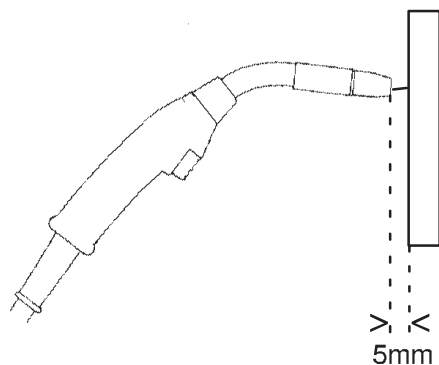

Fig. 1
- Quando se posiciona a tocha a uma distância de aproximadamente 5 mm do pedaço de madeira (fig. 1) os roletes de alimentação deverão patinar.